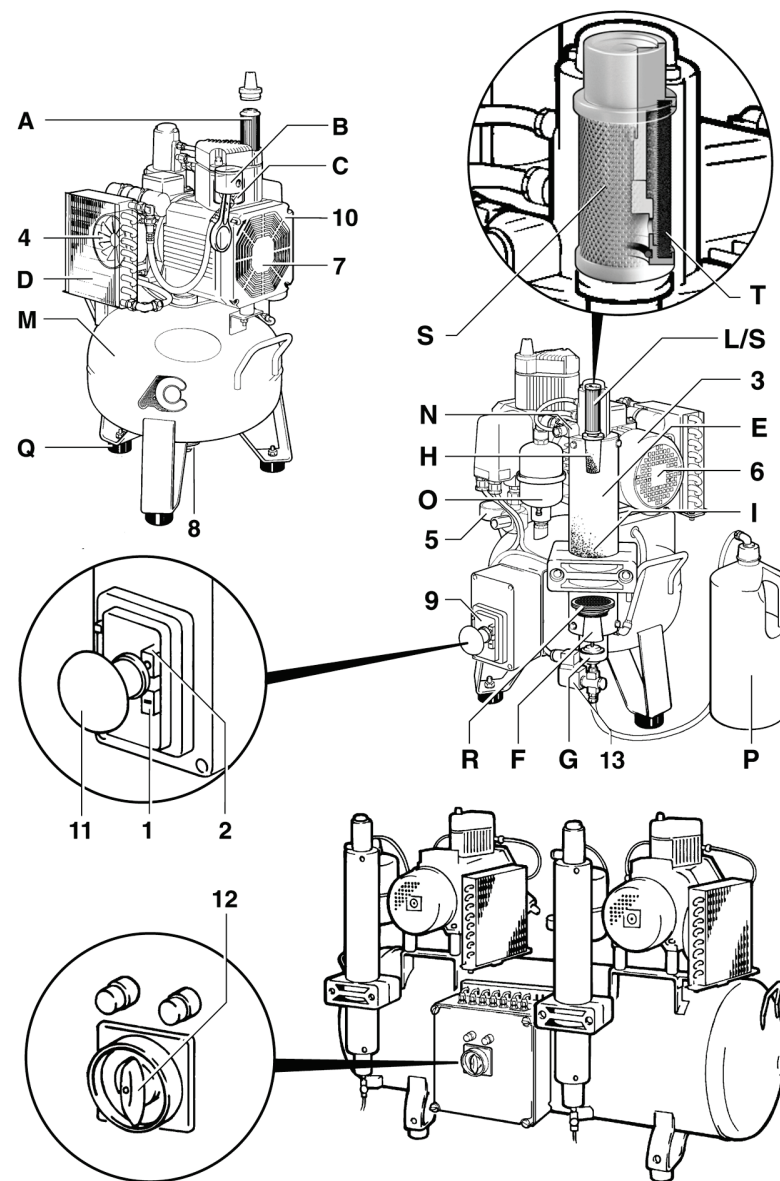

Рис. 1
Воздух попадает в цилиндр через фильтр (А) (см. рис. 1), где происходит его предварительная очистка, этот фильтр удерживает атмосферную пыль, гарантируя чистоту воздуха и обеспечивая тем самым нормальную работу поршней и цилиндров. Движение поршня (В) внутри цилиндра (С) осуществляется без смазки, покрытие поршня совместимо с покрытием внутренней части цилиндра, и поэтому не происходит существенного износа их поверхностей в результате трения.
Воздух в компрессоре несколько раз фильтруется и проходит через силикагелевую смесь, которая адсорбирует влагу в температурном диапазоне от +5°C до +35°C. Перерыв в работе, необходимый каждому компрессору, используется для восстановления силикагеля (см. ниже). Профильтрованный и осушенный воздух считается пригодным для инструментов и безопасен для лечения зубов с гигиенической точки зрения. Качество воздуха может быть улучшено с помощью стерилизующего фильтра (S) (см. рис. 1), установленного на выходе. Фильтр-картридж "SA" Balston с фильтрующей сеткой (T) из микроволокон боросиликатного стекла с эффективностью 99,9999+% поглощает частицы 0,01 м. Фильтры Balston можно стерилизовать в автоклаве при температуре 135°C (max. 20 циклов); при использовании чистого воздуха срок службы фильтра около 1 года, если условия работы не потребуют более частой замены фильтра. Воздух считается чистым, если, проходя по достаточно короткому трубопроводу, не вызывает термических напряжений.
Состав компрессора представлен на рис. 1